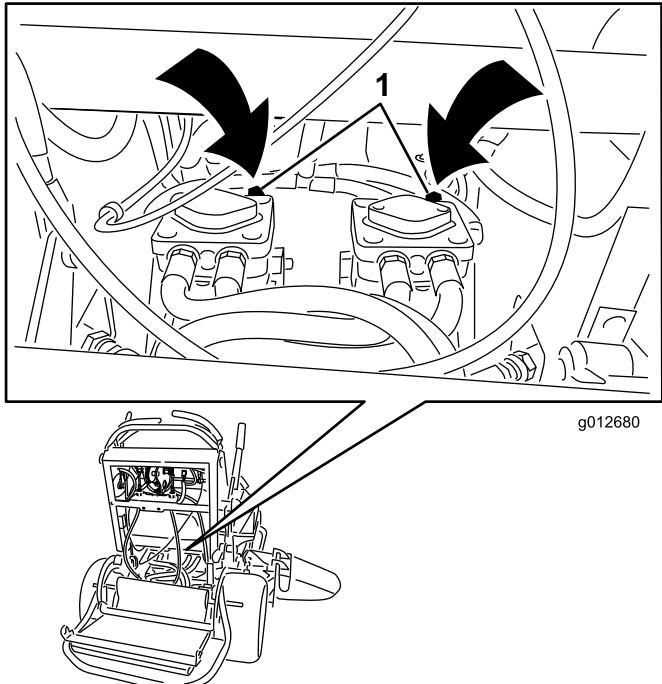

Figura 24
3. Abra las válvulas de desvío de ambas bombas girándolas 1 o 2 vueltas en el sentido contrario a las agujas del reloj (Figura 24).